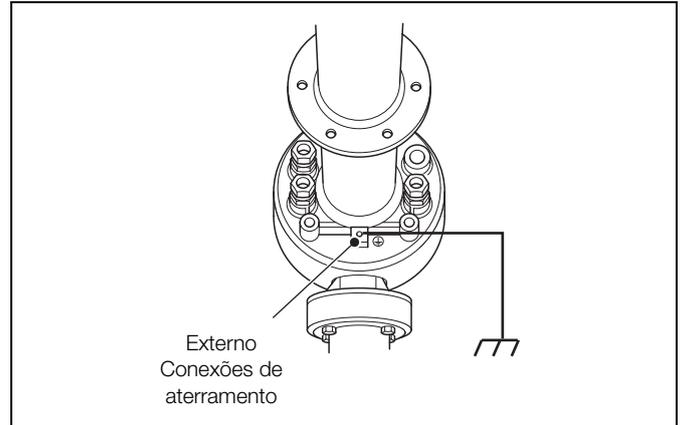

Fig. 4.1 Conexões de aterramento externo
- A sonda **deve** estar ligada ao aterramento local através da conexão de aterramento externo – consulte a Fig. 4.1.